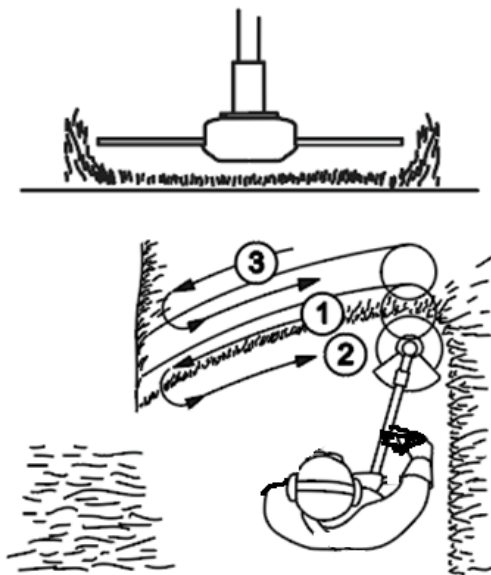

Рисунок 13. Схема скошування трави на ділянках вільних від перешкод.
3. Під час скошування плавно рухати виробом з боку в бік (рис. 13), намагаючись водночас утримувати різальну частину виробу на однаковій висоті над землею. Не намагатися скошувати високу траву за